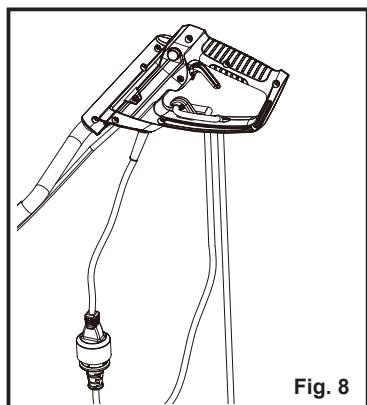

Fig. 8
2. Fije el cable de extensión en el retenedor del cable. El lazo del cable de extensión debe ser lo suficientemente largo para que el retenedor del cable se deslice libremente de un lado a otro. Enchufe el cable de extensión en el enchufe del cable de alimentación de la cultivadora (Fig. 8).